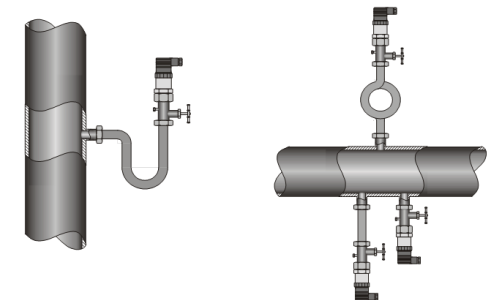

Рисунок 3. Монтаж датчика для измерения давления пара.
4.5. При измерении давления пара рекомендуется использовать импульсные трубки, предварительно заполненные водой (см. рис. 3.).